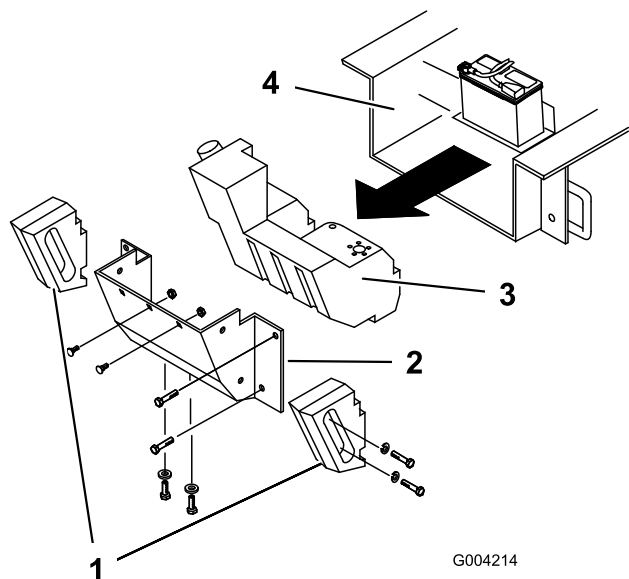

Figura 65
Utilizzando una torcia, aprite il cofano e ispezionate regolarmente l'area sotto il motore. Quando i detriti formano uno strato di 2,5–5 cm, completate la seguente procedura (fate riferimento alla Figura 65 per l'intera procedura):
5. Rimuovete i bulloni, le rondelle e le rondelle di bloccaggio che fissano le 2 zavorre laterali e rimuovete le zavorre (Figura 65).
8. Rimuovete i 6 dadi e bulloni che fissano il pannello posteriore; rimuovete il pannello (Figura 65).
10. Fate scivolare indietro il serbatoio carburante (Figura 65).
17. Fate scorrere parzialmente il serbatoio carburante nello chassis (Figura 65).
23. Riposizionate il pannello posteriore e fissatelo con i 6 bulloni e dadi rimossi in precedenza (Figura 65).
25. Montate i pesi laterali con le rondelle, i bulloni e le rondelle di bloccaggio precedentemente rimossi (Figura 65).